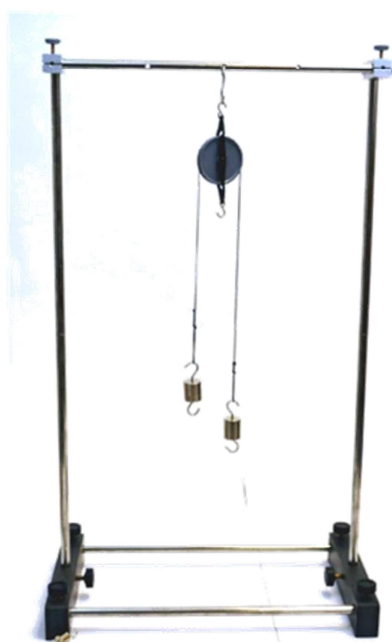

Figura 13-2
1. Instale el aparato como se muestra en la figura 13-2. La pequeña masa de 10 g se debe unir al lado izquierdo de la Máquina de Atwood.